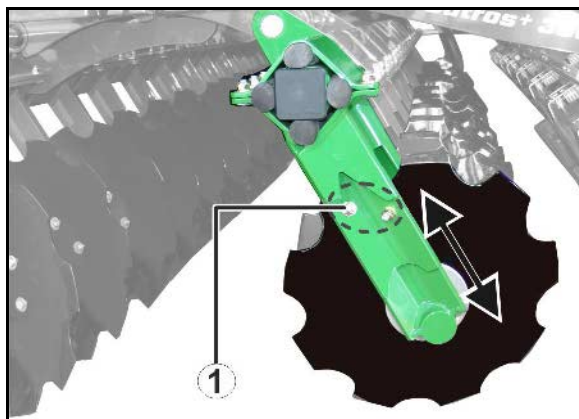

Рис. 51
- **Рис. 51** – правильная регулировка рядов дисков.